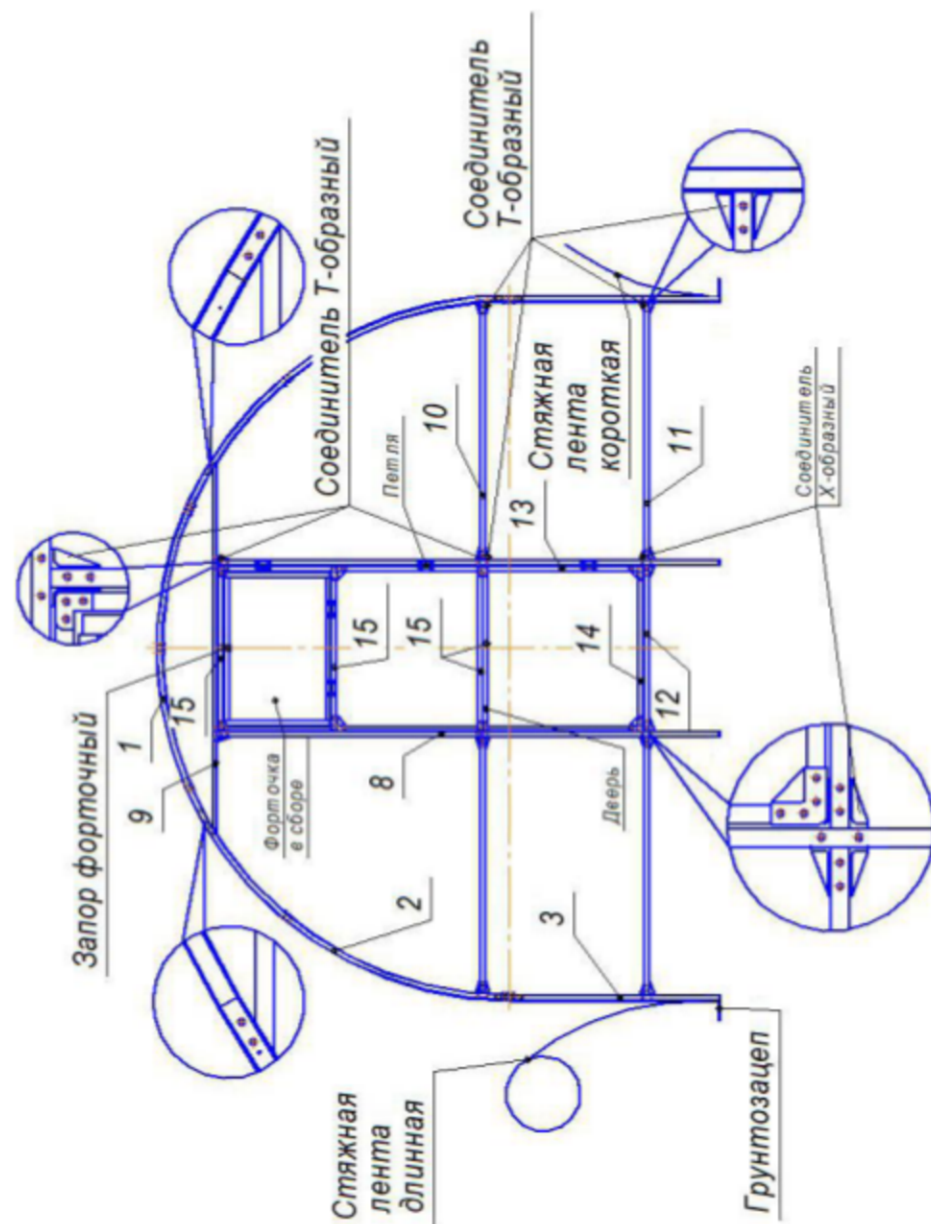

Рис.5 Сборка торцевой арки
Сборку фронтона теплицы (рис. 5) рекомендуется выполнять на ровной горизонтальной поверхности рядом с местом установки теплицы, при этом фронтон должен располагаться лицевой (внешней) стороной вниз.
2.4.1 Предварительно подготовьте все необходимые детали для сборки фронтона теплицы (Рис. 5).